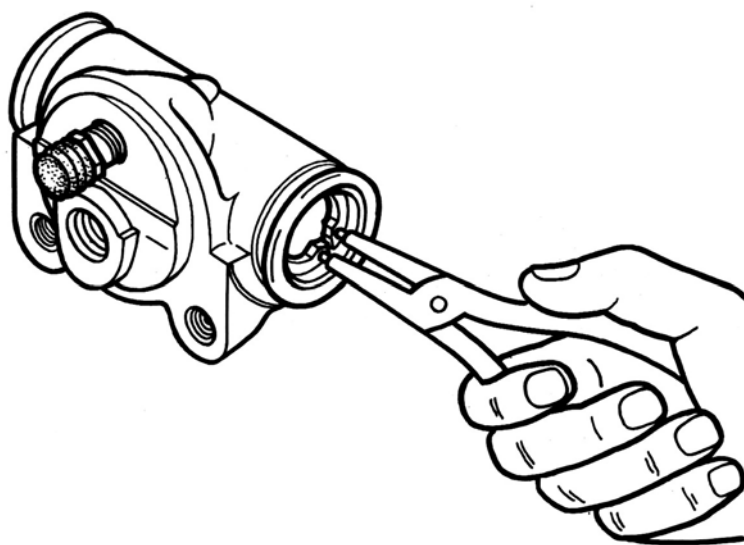

Рис. 1.16. Удаление упорного кольца
- отсоединить трубопровод от колесного цилиндра, снять и разобрать колесный цилиндр. Для этого необходимо сначала снять резиновые защитные колпаки. Затем повернуть отверткой поршни на 90° и вынуть их из цилиндра. Пружинные упорные кольца удалять без необходимости не следует. Если по каким-либо причинам кольцо необходимо удалить, то для этого применяются специальные круглогубцы (рис. 1.16). Введя круглые губки (диаметр губок 4 мм, высота 5 мм) инструмента в два специальных отверстия на кольце, сожмите круглогубцы и выньте сначала одно, а затем второе кольцо из цилиндра. Выверните клапан прокачки колесного цилиндра.